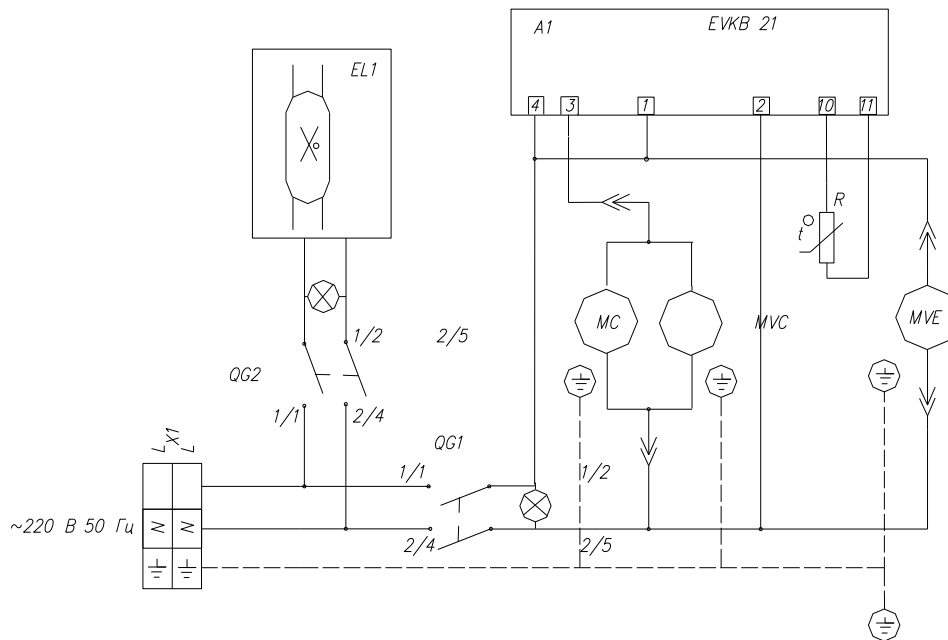

Рисунок 3 - Схема электрическая принципиальная
6.7 Схема электрическая принципиальная представлена на рис.3.